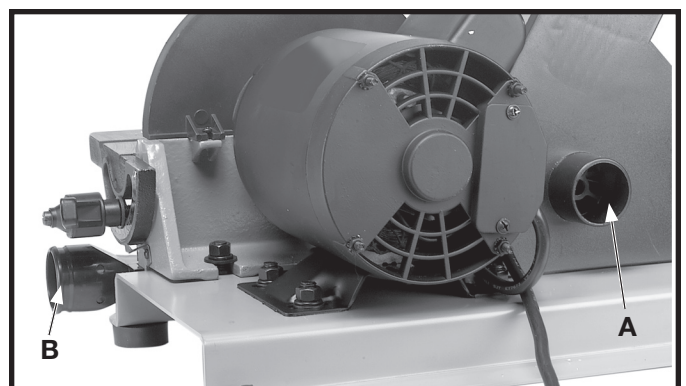

Fig. 34
Deux goulottes de poussière sont livrées avec la ponceuse à courroie et à disque et sont dotées d'ouvertures de diamètre interne de 31,7 mm (1 1/4 po) qui se branchent facilement à un système de dépoussiérage. La goulotte de poussière (A) fig. 34, s'utilise avec la ponceuse à courroie et la goulotte (B), avec la ponceuse à disque.